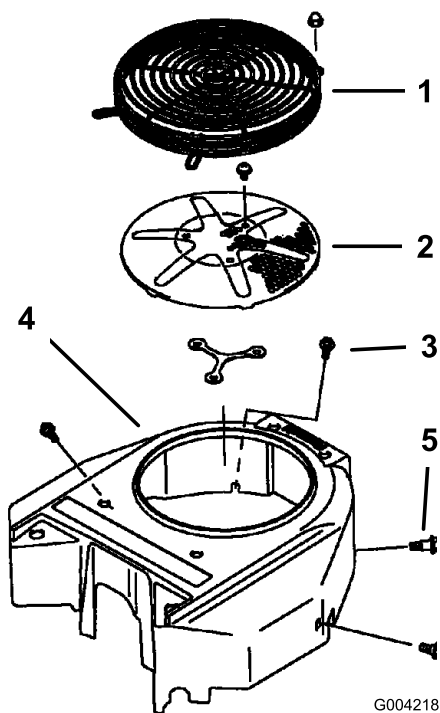

Figure 82
3. Retirez la grille d'entrée d'air, le lanceur et le carter du ventilateur (Figure 82).
5. Reposez la grille d'entrée d'air, le lanceur et le carter du ventilateur (Figure 82).